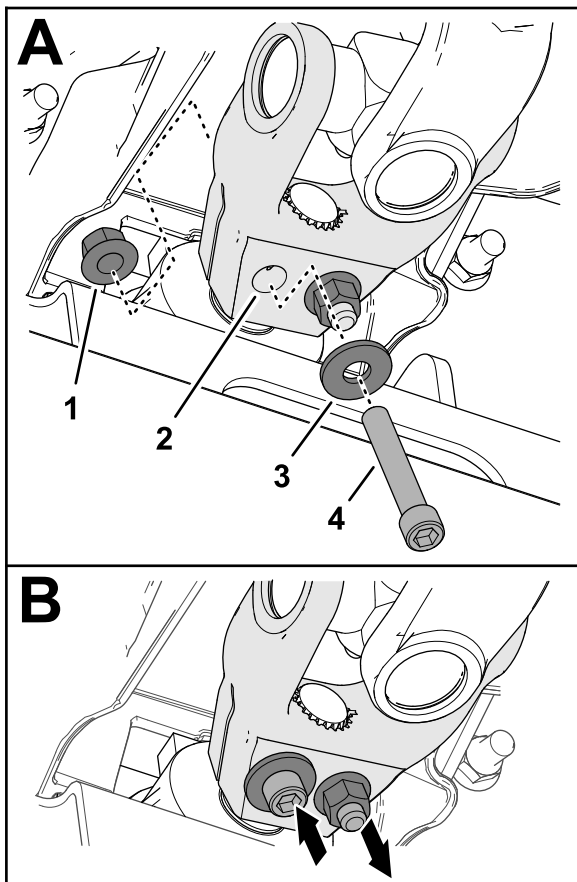

Figura 19
6. Monte un tornillo de coperza de cabeza allen ($\frac{3}{8}$ x $2\frac{1}{4}$) a través de una arandela ($\frac{3}{8}$) y del taladro en la horquilla del árbol de transmisión (Figura 19) y fije el tornillo de coperza con una contratuerca con arandela prensada ($\frac{3}{8}$).
7. Monte un tornillo de coperza de cabeza allen ($\frac{3}{8}$ x $2\frac{1}{4}$) a través de una arandela ($\frac{3}{8}$) y del taladro en la horquilla del árbol de transmisión desde la dirección opuesta (Figura 19) y fije el tornillo de coperza con una contratuerca con arandela prensada ($\frac{3}{8}$).